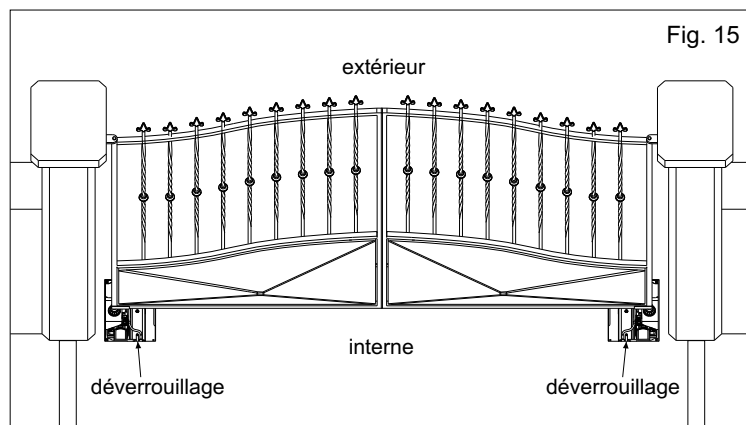

Fig. 15
4.2. Il est très important d'individualiser l'opérateur droit et l'opérateur gauche, dans tous les cas le système de déverrouillage doit toujours être positionné à l'intérieur de l'habitation. Voir Fig. 15.